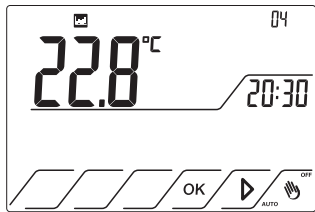

Fig.50
12.6 Premere il tasto ► per visualizzare la pagina n.4. Fig.50